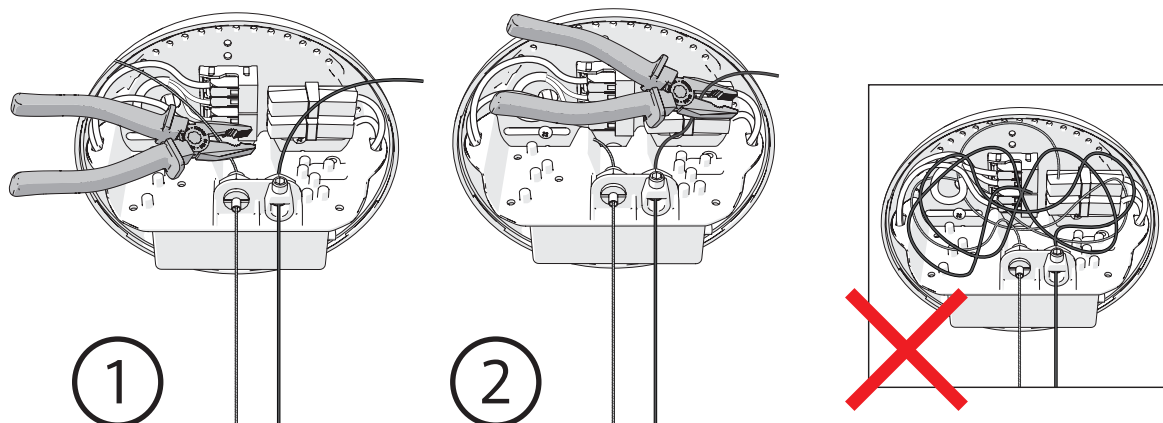

図 14
14. 本体側の電源コードを端子クリップ〔本体側〕に接続します。（図14）